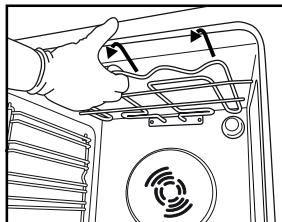
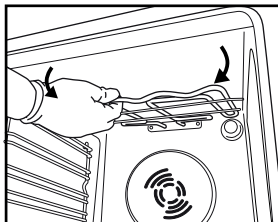

Рис. 4
Рис. 5
2. Слегка потяните нагревательный элемент на себя (рис. 4) и опустите его (рис. 5).